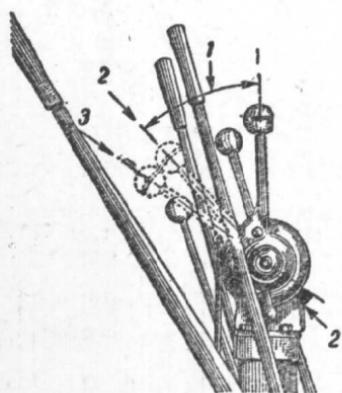

图4 加速杆的位置
6. 将加速杆置于最前面的位置，越过止动肩（此时供油停止）（图4）。